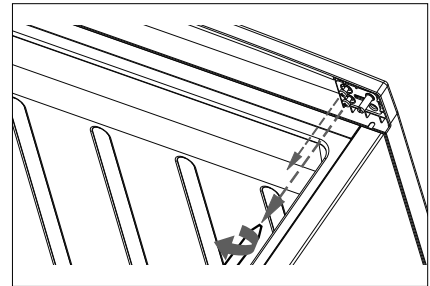

Fig. 5
- ▶ Afloje los dos tornillos de sujeción de la bisagra superior con un destornillador de estrella (fig. 5).